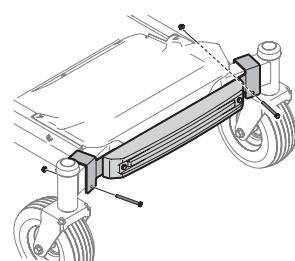

Figura 38
2. Acople el conjunto de barra de contrapeso al eje delantero con un tornillo de 3-1/4" (710-3056) y tuerca con brida (712-04063) del paquete de herrajes 689-02200 del lado izquierdo. Repita lo mismo para el lado derecho. En este momento no apriete completamente. Consulte la Figura 38.